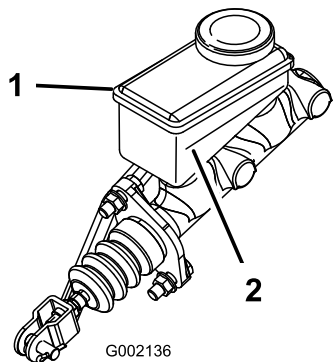

図 52
3. タンクの側面についているマークで、量を点検する 図 52。
- B. 最低ラインより上まで DOT 3 ブレーキ液を補給する 図 52。